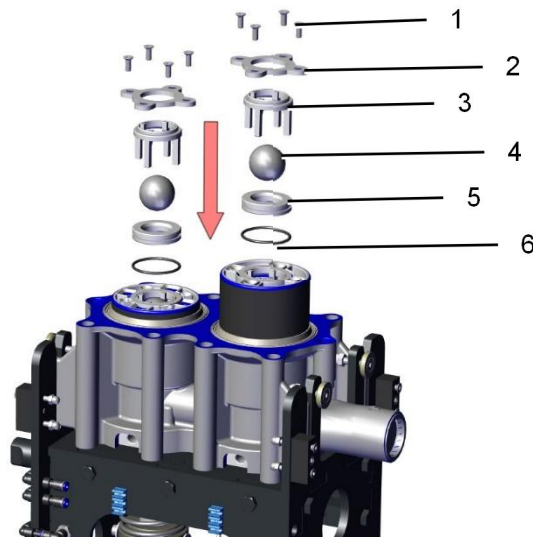

图 6-2：缸体内介质阀的安装
1. 安装新阀座 (5) 以及涂抹了 Renolit Unitemp 2 润滑脂（Timmer 公司产品编号：70010083）的新 O 型圈 (6)（图 6-2：缸体内介质阀的安装）。
2. 安装两个新的球体 (4) 和支架 (3)。
3. 安装两个端盖 (2)。
4. 清洁所有八个 M6x16 沉头螺栓 (1)，并用 Renolit Unitemp 2 润滑脂（Timmer 公司产品编号：70010083）润滑。